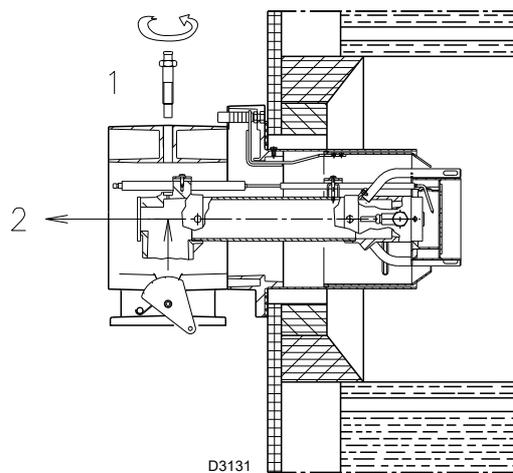

Fig. 18
- Enlever la vis 1)(Fig. 18) et déposer la partie intérieure 2).
Pour faciliter le réglage, desserrer la vis 1)(Fig. 18 à la page 23), régler puis bloquer.